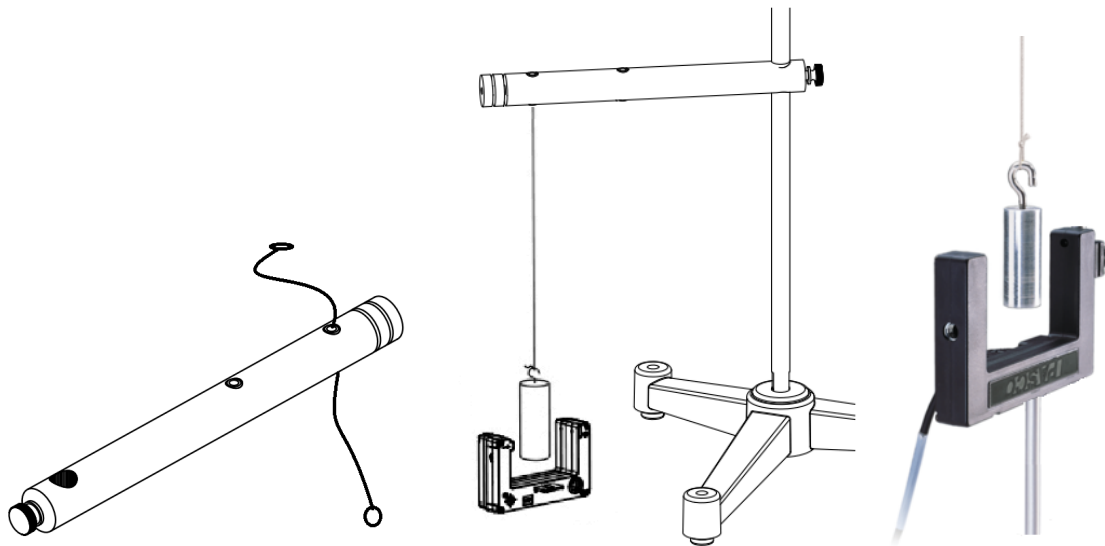

Figura 1. Montaje de sistema experimental.
6. Ajusta la posición del péndulo y de la fotopuerta de modo que la masa atraviese el centro de la fotopuerta durante su movimiento. Verifica que el sistema quede alineado verticalmente (figura 1).